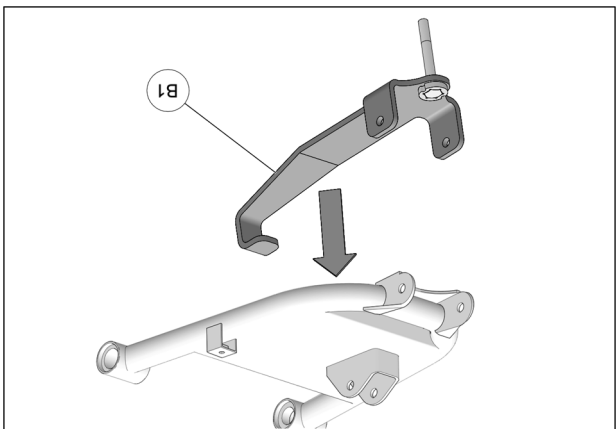

Fig. 7
6. Placer la plaque d'ancrage (B1) sous le bras inférieur de suspension arrière. Voir la Fig. 7